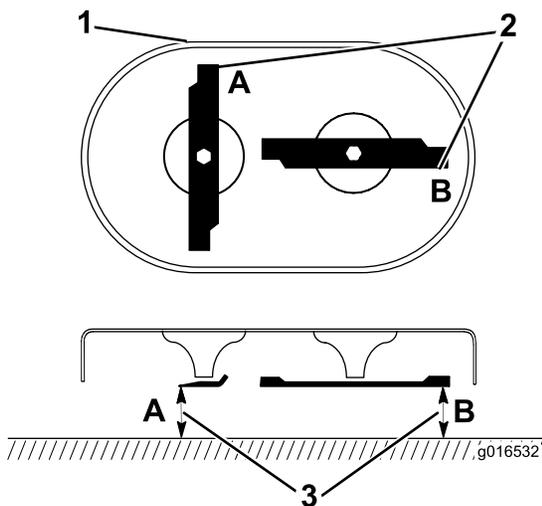

Рисунок 37
1. Поверните ножи, пока они не окажутся в положении, показанном на рис. Рисунок 37.
2. Измерьте от ровной поверхности до режущих кромок в местах **А** и **В** (Рисунок 37) и запишите оба результата измерения.